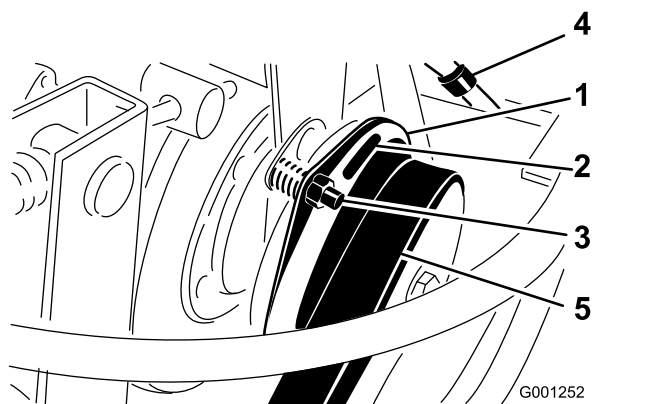

Bild 76
3. Stellen Sie den Abstand so ein, dass eine 0,4 mm Fühlerlehre mit leichtem Druck zwischen die Kupplungsauskleidung und die Bremsscheibe passt (Bild 76).
Hinweis: Drehen Sie die Einstellmutter nach rechts, um den Abstand zu verringern (Bild 76). Der maximale Betriebsabstand beträgt 0,7 mm. Stellen Sie alle drei Abstände ein.